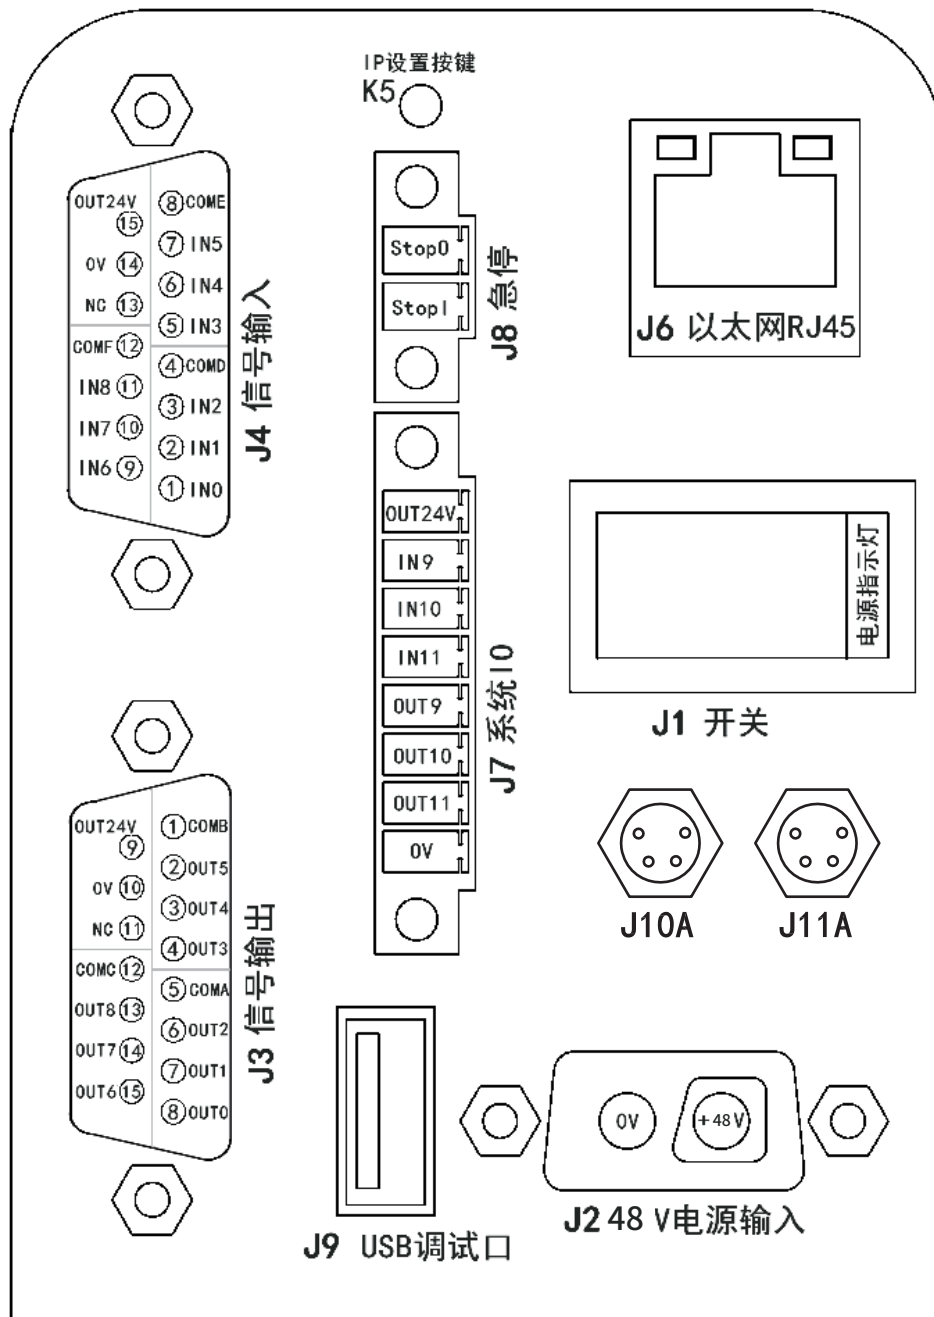
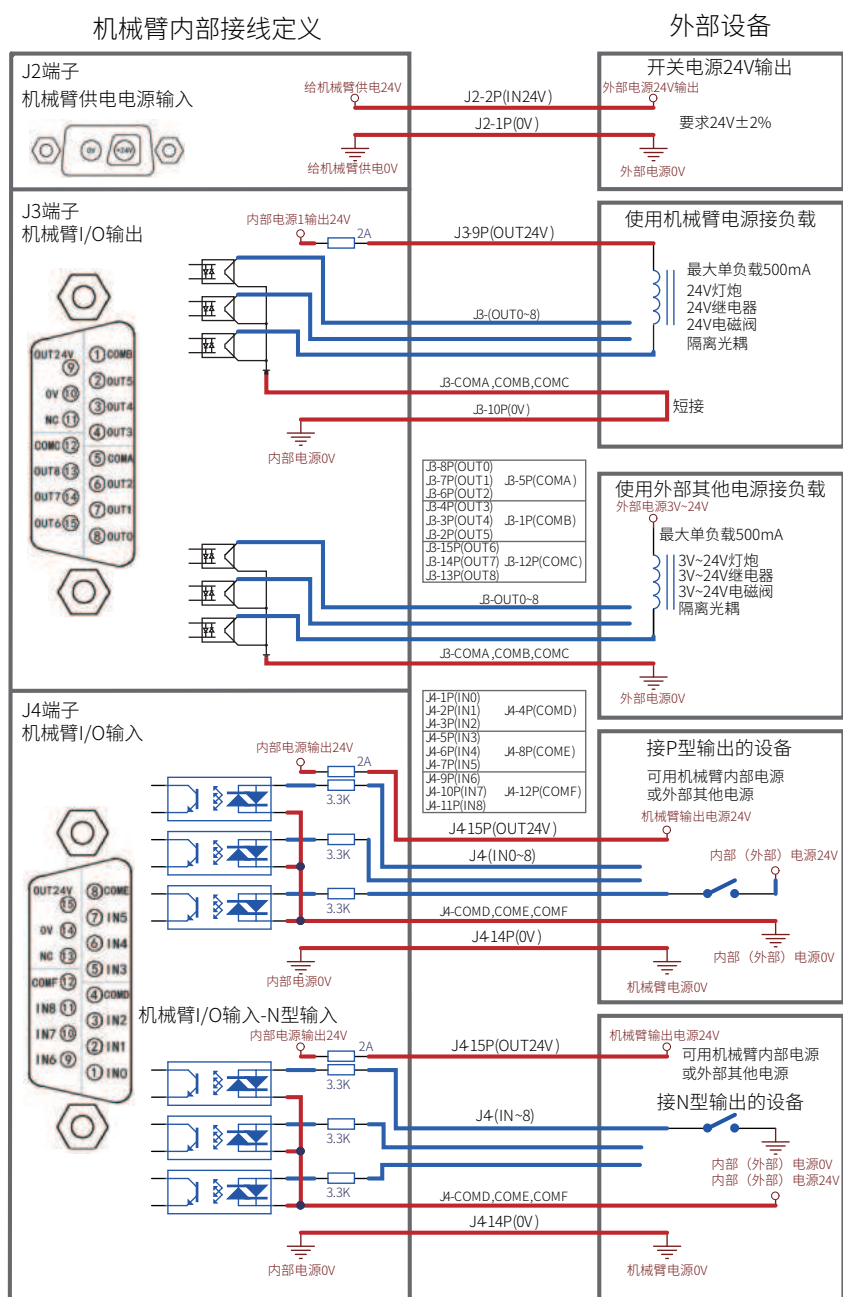

图 1
图 2
1. A处底座接口总示意图（图1所示）
## 2. 图1接口定义说明
## 3. 图1中J3、J4接口内部电路设计（图2所示）